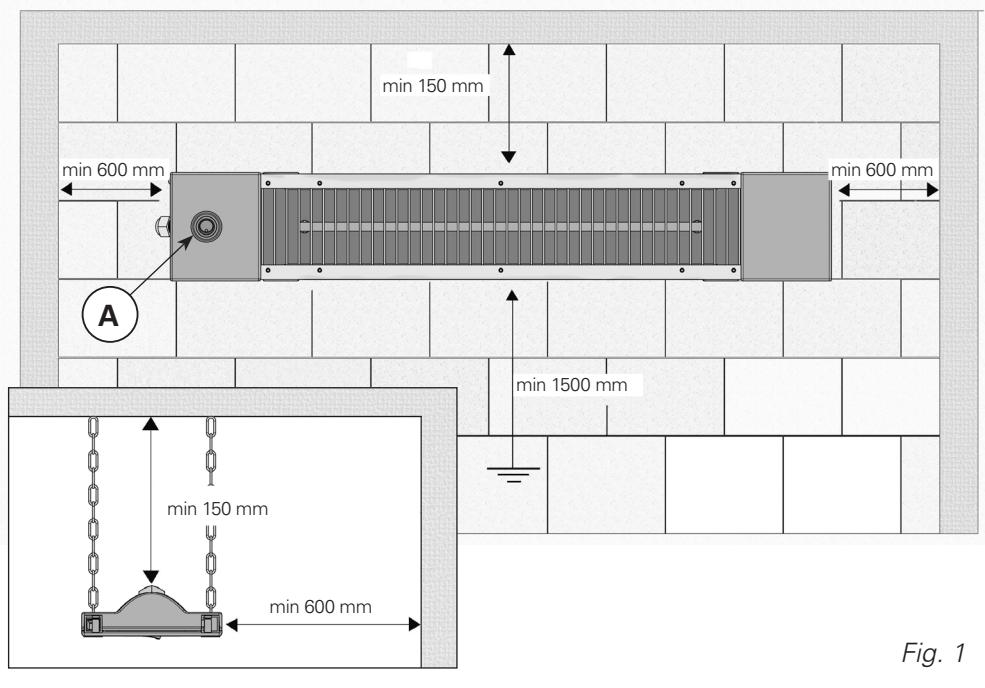

Fig. 1
- Lassen Sie einen Abstand von mindestens 150 mm zwischen dem höchsten Teil des Heizers und der Decke, und 600 mm zwischen des Heizers und der Wand (Abb.1).
- Der Heizer muss auf einer Höhe von mindestens 1500 mm installiert werden (Abb.1). Wird er im Bad installiert, beträgt die Mindesthöhe 2250 mm in den Zonen 1 e 2, während in der Zone 3 die Mindestdistanz vom Boden 1500 mm beträgt, unter Berücksichtigung der Vorschriften jedes einzelnen Landes.
- Das Gerät mittels des Schalters einschalten (für die Modelle, die dies vorsehen. Abb.1-A).